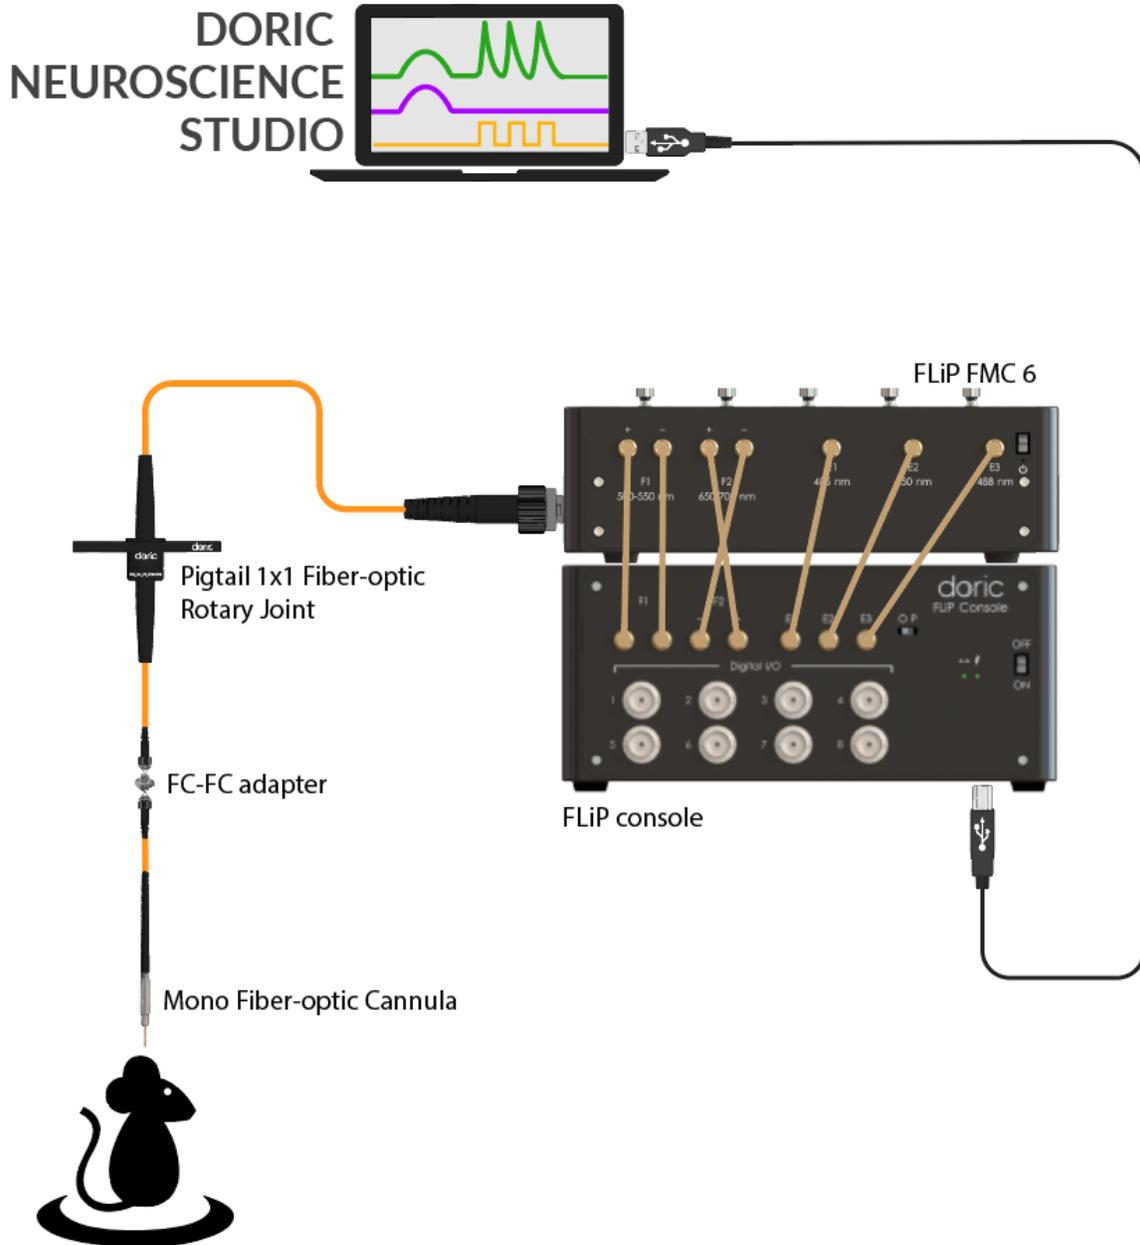

Figure 2.1 – Schéma du Système *FluoPulse™*
1. **Port échantillon (S)** (réceptacle FC/PC) : Se connecte à un *Câble à fibre optique mono-fibré à faible autofluorescence* ou à un *Joint rotatif à fibre optique attachée* allant vers l'animal. Le port de fibre échantillon est un port optique FC/PC où la fibre accédant à l'échantillon est insérée. Nous recommandons d'utiliser une fibre de diamètre de cœur de 400 μm pour maximiser la collecte du signal et avec une NA de 0,37 pour minimiser l'autofluorescence.
2. **Ports d'excitation laser (E)** (connecteur SMA) : Les ports d'excitation E1, E2 et E3 se connectent aux ports E correspondants de la Console *FluoPulse™*. Ces ports reçoivent les signaux de déclenchement numériques qui initient les impulsions laser. Le *FluoPulse™ Cube* dispose d'emplacements pour jusqu'à trois lasers. Selon la configuration, ces emplacements peuvent être équipés de lasers à diode émettant à 405 nm, 450 nm, ou 488 nm.
3. **Port optogénétique (O)** (réceptacle FC/PC) : Connecte le cube à une source lumineuse via une fibre optique afin de permettre une stimulation optogénétique simultanée du site enregistré chez l'animal. Ce port est optionnel et est placé en face du port échantillon. Il est destiné aux sources lumineuses de 560-570 nm ou 630-640 nm. La source lumineuse optogénétique ne peut être utilisée que s'il n'y a pas de chevauchement spectral avec la seconde fenêtre de détection.
4. **Ports d'émission du détecteur de fluorescence (F)** (double connecteurs SMA) : Deux câbles coaxiaux se connectent aux ports F correspondants de la Console *FluoPulse™*. Ces ports transmettent le signal de forme d'onde de durée de vie des détecteurs vers la console. Il est important d'assortir la polarité des sorties et entrées des détecteurs sur le *FluoPulse™ Cube* et la Console. Dans certaines configurations, l'ordre de polarité est différent et les câbles coaxiaux devront être croisés afin d'associer "-" avec "-" et "+" avec "+" (comme illustré à la Fig. 2.1).
- **Filtre à densité neutre** : Chaque laser dispose d'un emplacement pour un filtre à densité neutre (ND). Si l'excitation laser est trop élevée pour un échantillon spécifique, il est possible d'atténuer un laser particulier en insérant des filtres ND dans le logement correspondant. Les filtres ND suivants sont fournis avec le Cube *FluoPulse™* : filtres de transmission 10% et 25%. Notez que la puissance au niveau de l'échantillon dépend également du type de fibre et des autres composants insérés dans le trajet optique.
1. **Ports d'excitation (E)** (connecteur SMA) : Les ports d'excitation E1, E2 et E3 se connectent aux ports E correspondants du Cube *FluoPulse™*. Ces ports envoient un signal de déclenchement numérique qui active le laser correspondant.
2. **Ports d'émission du détecteur de fluorescence (F)** (double connecteurs SMA) : Deux câbles coaxiaux se connectent aux ports F correspondants du Cube *FluoPulse™*. La Console peut connecter jusqu'à deux détecteurs sur le Cube *FluoPulse™* (F1 et F2). Il est important d'assortir la polarité entre le Cube *FluoPulse™* et la Console. Dans certaines configurations (FLP6), l'ordre de polarité est différent et les câbles coaxiaux doivent être croisés pour assortir "-" avec "-" et "+" avec "+" (comme illustré à la Fig. 2.1).
Cette section détaille les instructions étape par étape pour installer un système *FluoPulse™* complet, comme illustré dans le schéma de la Fig. 2.1 :